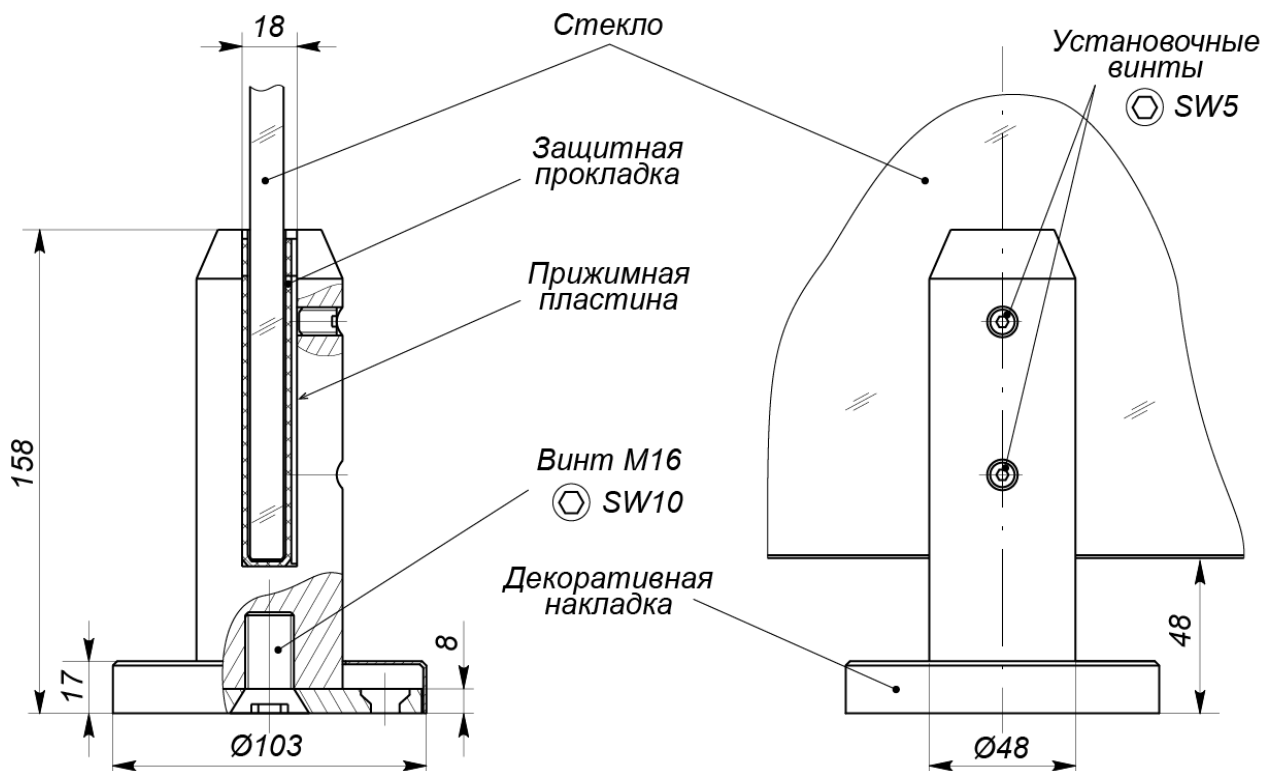

Рисунок 1. Внешний вид и размеры мини-стойки **PERCo-BH06 2-00**
Мини-стойка представляет собой цилиндрическую стойку с пазом для стекла, закрепленную с помощью винта М16 на фланце. Фланец крепится на установочной поверхности при помощи 4 анкерных винтов М8 и сверху закрывается декоративной накладкой. Стекло ограждения фиксируется в пазах стойки при помощи прижимной пластины и двух установочных винтов М10 (см. рис. 1).
7. Выкрутите на несколько оборотов из корпуса стоек установочные винты (инбусовым ключом SW5). Вставьте в паз со стороны винтов прижимную пластину, а между ней и противоположной стороной паза – вдвое сложенную защитную резиновую прокладку (см. рис. 1).